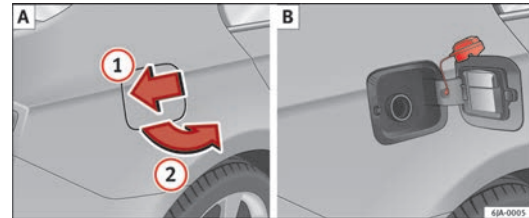

Abb. 115 Fahrzeugseite hinten rechts: Tankklappe / Tankklappe mit abgeschraubtem Verschluss
Auf der Innenseite der Tankklappe finden Sie die richtige Kraftstoffsorte für Ihr Fahrzeug sowie die Reifengröße und den Reifenfülldruck. ⇒ Abb. 115 .
Auf der Innenseite der Tankklappe befindet sich der Schaber ⇒ Abb. 115 , mit dem Sie Schnee und Eis von Scheiben und Spiegeln entfernen können ⇒ Seite 176, Fensterscheiben und Außenspiegel.
- Drücken Sie in Pfeilrichtung  ⇒ Abb. 115 auf die Tankklappe.
- Drehen Sie den Tankverschluss linksherum heraus und stecken Sie ihn von oben auf die Tankklappe ⇒ Abb. 115 .